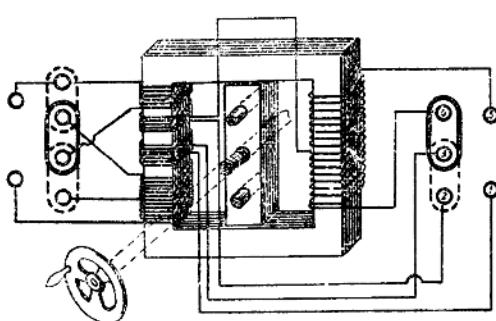
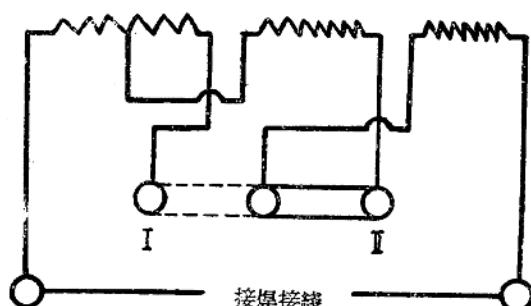

图 1-2 弧焊机的构造
图 1-5 交流电焊二次綫路調節
（一）铁芯：如图 1-2 所示。
1. 原线圈。是绕在固定铁芯的一边，由三个线圈组成，线圈的端头，分别引出并固定在外壳后盖的接线螺上，如图 1-2 所示；调节连接片可使用两种电压。
2. 副线圈。是用较粗的导线绕在原线圈的外面，由两个线圈组成。上部的线圈匝数较多(10 匝)，两端分别接在外壳前面的①③号接线螺上，下部的线圈匝数较少(4 匝)，引出两个线头，一个接在②号接线螺上，另一个与电抗线圈的中部相接。
3. 电抗线圈。绕在固定铁芯的另一边，用来增加焊接电路中电抗大小的。两端分别接在④⑤号接线螺上。
4. 联接板是在②③④号接线螺间，根据焊接时需要电流的大小，调节焊接电流，如图 1-5 所示；在 I 或 II 字的位置。
- 粗調節。是变更电抗綫圈与副綫圈的多少(变更 I 或 II 的位置)如图1-5 所示，在大的范围内，調節电流应适应焊接的需要(I 的位置最大电流 220 安培，II 的位置最大电流为 380 安培)。